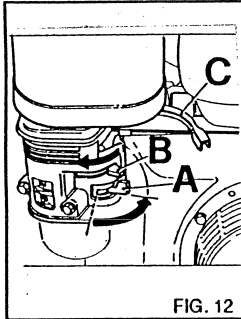

FIG. 12
- 1) Abrir el grifo de la gasolina A a la posición ON (fig. 12).
- 2) Colocar la palanca de arranque B en la posición ON (fig. 12). Si el motor está caliente o la temperatura ambiente es elevada esta operación no es necesaria.
- 4) Una vez puesto en marcha el motor colocar nuevamente en su posición inicial la palanca de puesta en marcha B (fig. 12).
- 2) Cerrar el grifo de la gasolina en la posición OFF (fig. 12).